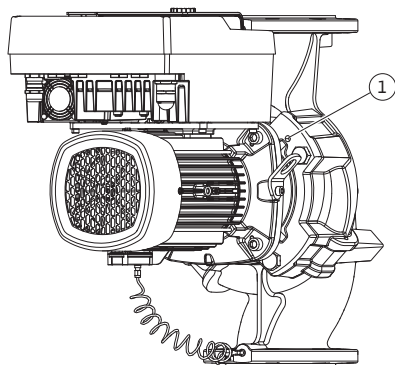

Fig. 10: Pressionar a unidade de impulsor motor através dos orifícios roscados
Para o modelo da bomba (Fig. III e Fig. IV) desapertar os parafusos (pos. 29). Utilizar os dois orifícios roscados que se encontram ao lado (Fig. 10, pos. 1) e utilizar os parafusos adequados disponibilizados no local (por exemplo, M10 x 25 mm). Utilizar para o modelo da bomba (Fig. I e Fig. II) os dois orifícios roscados M10 (Fig. 104). Para tal, utilizar os dois orifícios roscados e parafusos adequados disponíveis no local (p. ex. M10 x 20 mm). Para pressionar também podem ser utilizadas as ranhuras (Fig. 104, pos. 2).